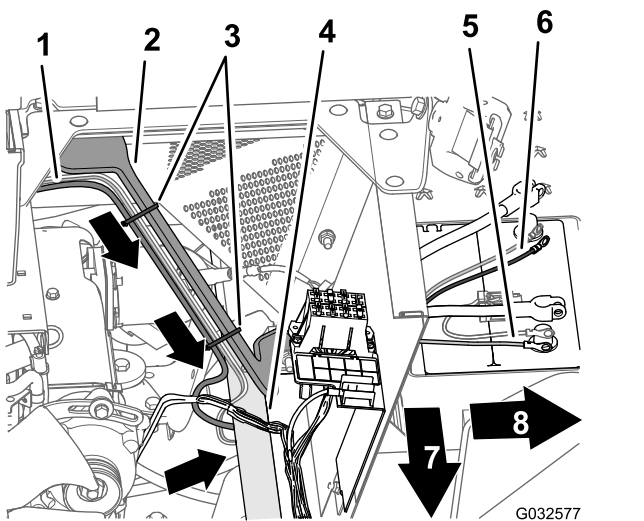

**Рисунок 163**
4. Прикрепите жгут проводов к отверстию в угловой части опоры сиденья и опоре кожуха двигателя с помощью трех кабельных стяжек (Рисунок 163 и Рисунок 164).
3. Проложите ответвление длиной 220 см жгута электропроводов для навигационной системы вниз вдоль левой опоры кожуха двигателя и под левой трубой рамы (Рисунок 163).